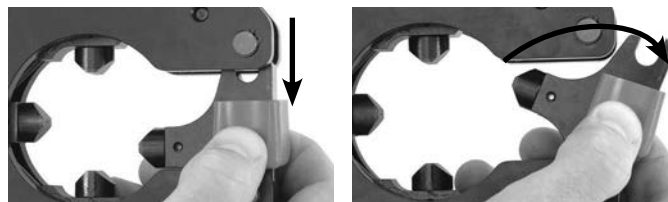

Figura 2 - Abrir/fechar a cabeça de aperto
5. Se necessário, abra a cabeça empurrando o trinco para o lado e rodando para fora (Figura 2). Feche a cabeça em torno do conector a apertar. Certifique-se de que o trinco está completamente fechado - não utilize a ferramenta com o trinco aberto ou parcialmente aberto.